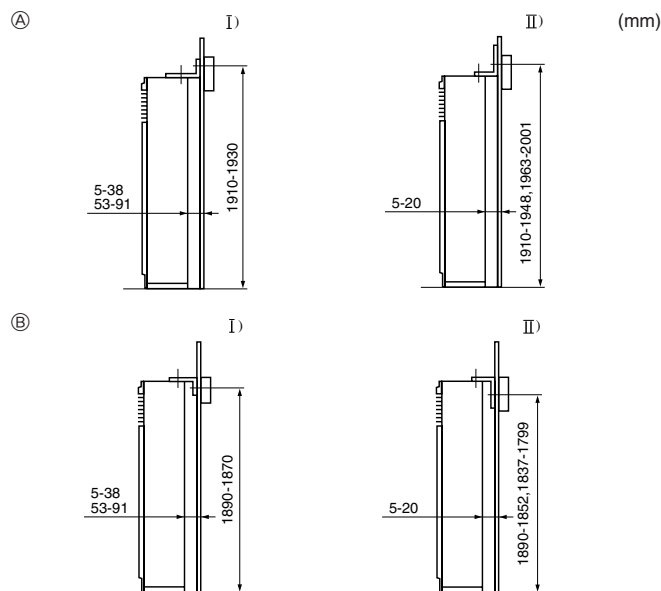

Fig. 3-3
① Staffa di protezione contro il ribaltamento
La staffa di protezione contro il ribaltamento ① è montata sulla superficie superiore dell'unità. Rimuovere le viti di maschiatura ② e installare poi di nuovo la staffa, come indicato nell'illustrazione. Per le distanze di installazione corrette, vedere la Fig. 3-3.
- E Rimuovere la vite ⑤ e poi tirare la griglia in avanti per toglierla.
3.3. Montaggio della staffa di protezione contro il ribaltamento (Fig. 3-3)
- (A) La staffa è rivolta verso l'alto